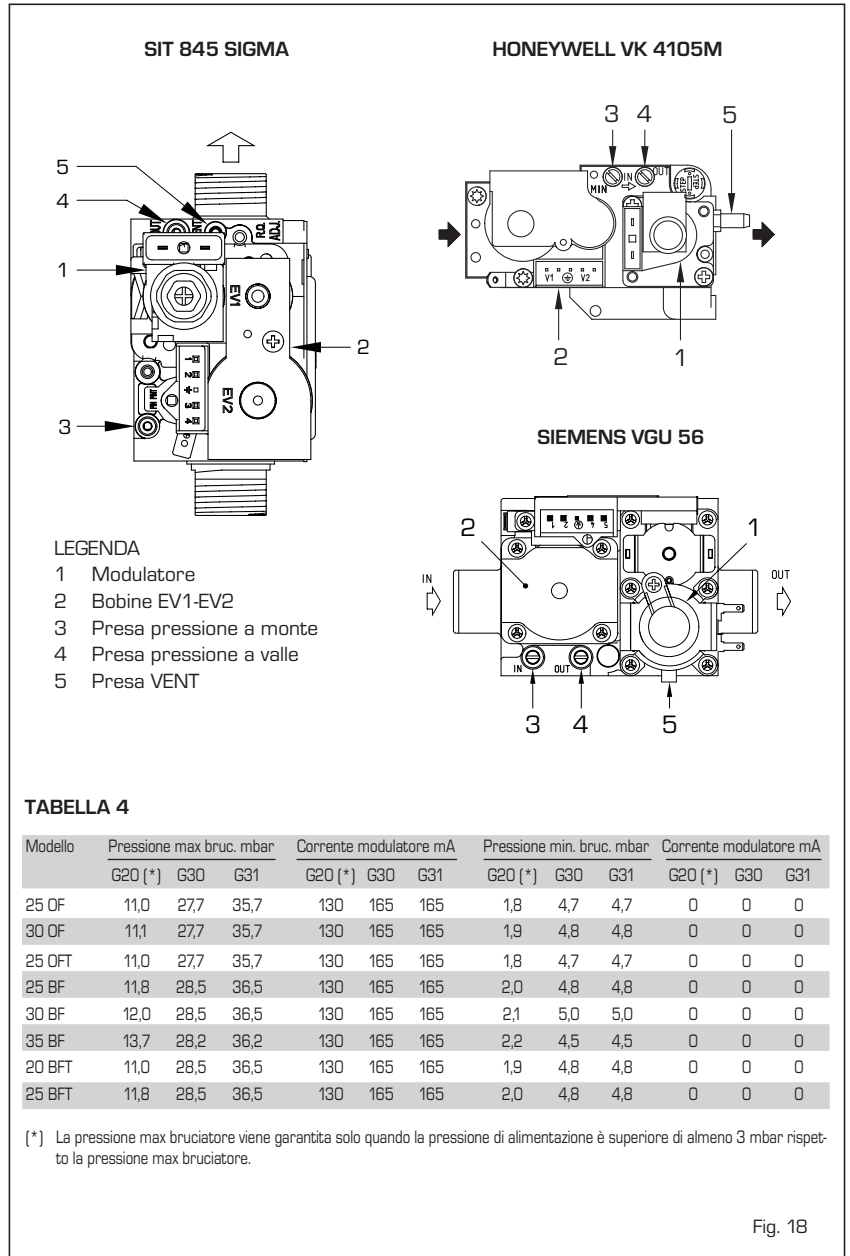

Fig. 18
La caldaia è fornita con valvole gas SIT 845 SIGMA, HONEYWELL VK 4105M o SIEMENS VGU 56 (fig. 18). La valvola gas è tarata a due valori di pressione: massima e minima che corrispondono, in funzione del tipo di gas, ai valori indicati in **Tabella 4**. La taratura della pressione del gas ai valori massimo e minimo viene effettuata dalla SIME in linea di produzione: se ne sconsiglia pertanto la variazione. Solo in caso di passaggio da un tipo di gas d'alimentazione (metano) ad altro (butano o propano), sarà consentita la variazione della pressione di lavoro.
**Nelle versioni "BF/BFT" scollegare il tubetto della presa VENT della valvola (5 fig. 18).**
- Togliere il cappuccio (1) del modulatore.